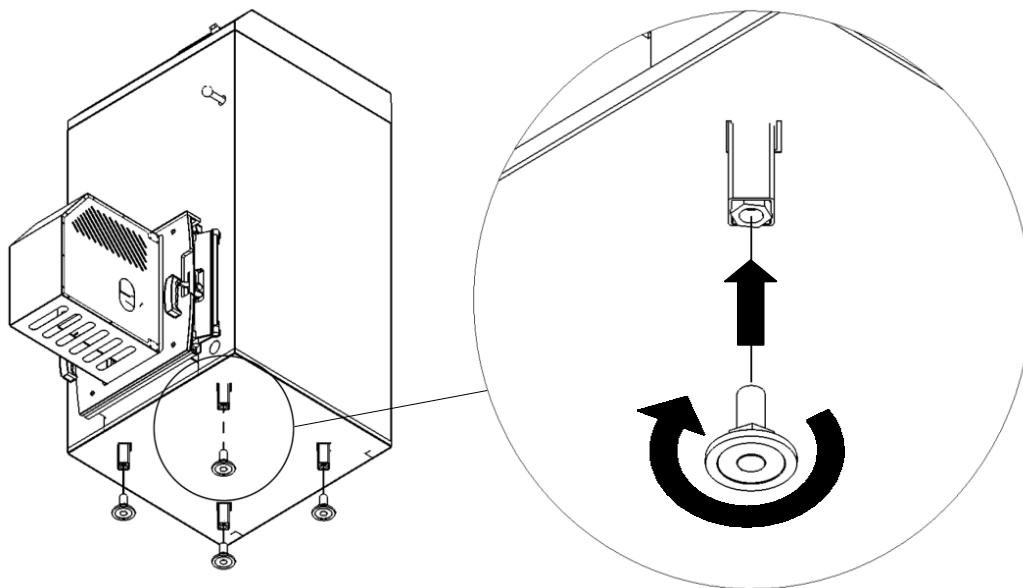

Abb. 4. Ausrichten des Kessels
A. Der Kessel ist auf einem brandsicheren Boden aufzustellen; es ist eine wärmeisolierende mindestens um 2 cm auf der Seite vom Gestell des Kessels größere Platte zu unterlegen. Sollte der Kessel im Keller betrieben werden, wird die Aufstellung auf einer Untermauerung mit einer Höhe von 5-10 cm empfohlen. Der Kessel ist auszurichten. Zum Ausrichten des Kessels verwenden Sie die Stellfüße (4 Stück im Lieferumfang), die in die Gewindebohrungen des Kesselbodens eingeschraubt werden sollen (Abb. 4).